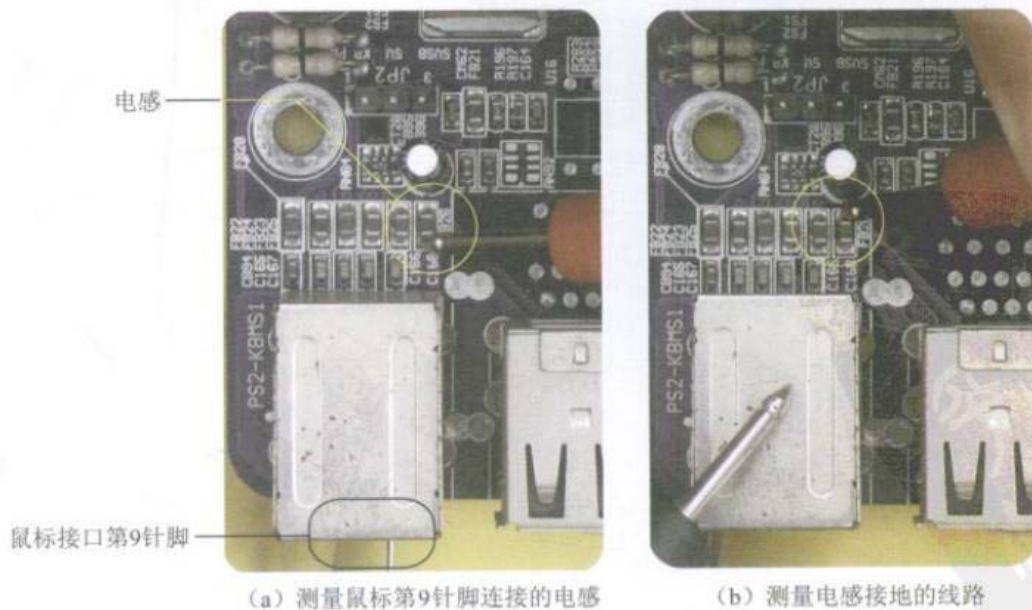

图5-33 测量电源插座到跳线JP2的线路
**Step 02** 测量电源插座第4针脚到跳线JP2第1针脚的线路，如图5-33所示。